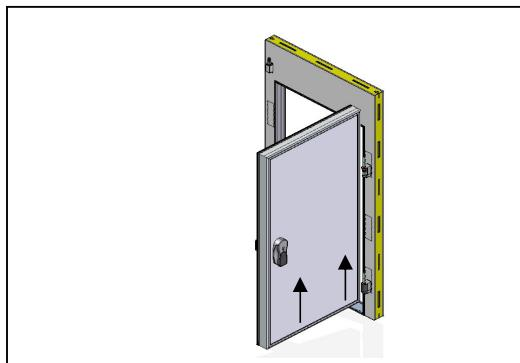

Fig.3
2. Stilare il battente (fig.3) e posizionarlo orizzontalmente.